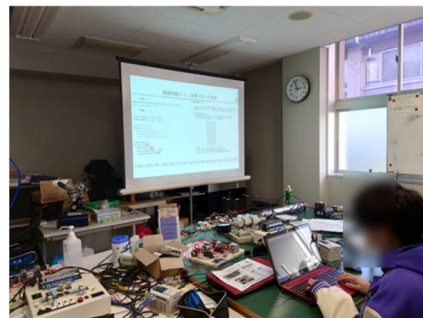

図1. 講習会実施中の様子
<p>報告事項：</p> <p>1. 目的</p> <p>コンピュータやプログラミングにあまり馴染みが無い機械系の学生を主な対象として、AI（Artificial Intelligence）を理解する上で必要なソフトウェアに関するリテラシーを向上させることを目的とする。</p> <p>2. 概要</p> <p>AI およびその実現手段の一つである機械学習は、業種・分野を問わず様々な企業の製品・サービスへ活用されており、全ての技術者にとって理解しておくことが望ましい技術であると言える。本講習会はそのような技術を理解する為に必要な基礎知識の習得を目標とし、カリキュラムは下記に示す通りである。全カリキュラムの受講に必要な時間は、Python 言語を用いたプログラミング経験の有無に応じて9時間から18時間程度が目安である。図1に講習会実施中の様子を示す。</p> <p>①人工知能と機械学習 ②機械学習に必要な知識 ③機械学習実装 ～Scikit-learn ライブラリによる手書き数字識別～ ④機械学習実装 ～ニューラルネットワークによる手書き数字識別～</p> <p>3. まとめ</p> <p>受講した学生のコメントとして好評を得られている点や講習会中の演習問題に対して問題無く取り組んでいる点から、開催目的を十分に果たせる内容であったと判断している。現状の受講人数としては、3月末までに学生4名、教員1名が受講完了見込みであるが、来年度以降に向けて受講者を更に拡大していきたい。</p>